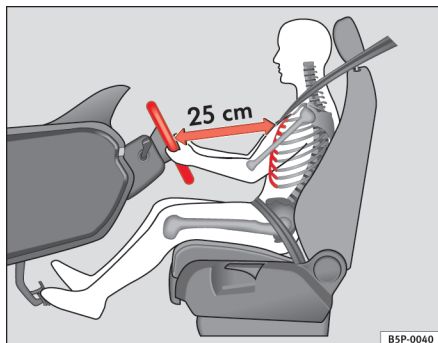

Fig. 1 Distance correcte entre le conducteur et le volant de direction
- Réglez le volant de sorte que la distance entre celui-ci et votre cage thoracique soit au moins de 25 cm ⇒ fig. 1.
- Réglez le siège du conducteur de manière à laisser une distance minimale de 25 cm entre votre cage thoracique et le centre du volant ⇒ page 10, fig. 1. Si la distance est inférieure à 25 cm, le système d'airbags peut ne pas vous protéger correctement.